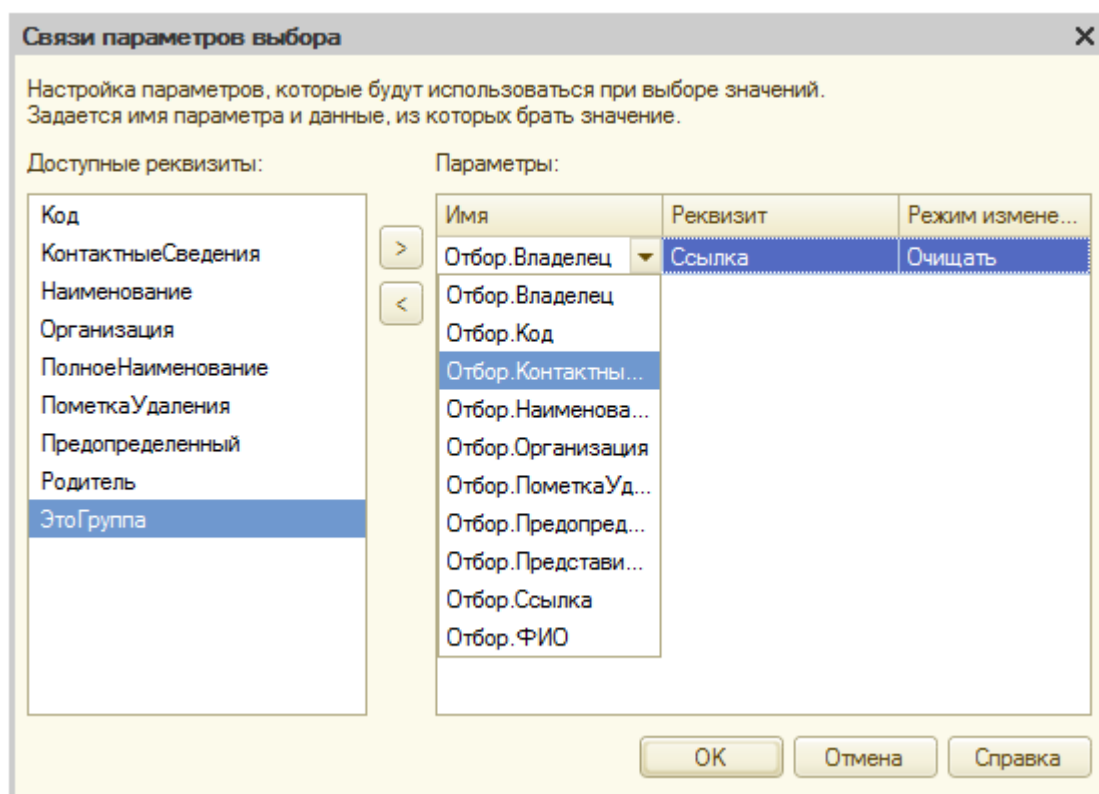

Рисунок 7.4- Настройки в окне Связи параметров выбора
5. В данном случае в строке области **Параметры** отображается как раз то, что нам нужно – нам нужно, чтобы отбор в раскрывающемся списке происходил по владельцу, а именно – по текущему открытому элементу справочника **Контрагенты**, на который и указывает реквизит **Ссылка**. В поле имя можно выбрать другие варианты отбора, Рисунок 7.4.